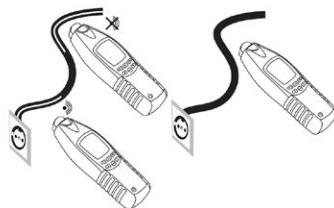

Рис. 18
b. Подключите передатчик к исследуемому проводнику как показано на рис. 18. Провод, подключённый к гнезду «COM» передатчика должен находится на расстоянии более 2 метров от исследуемого проводника (превышающем глубину обнаружения провода).
- c. Поднесите измерительный наконечник приёмника к исследуемой цепи (рис. 18).